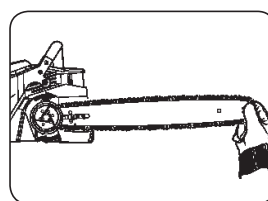

Рис. 3H
8. Цепь будет натянута, поэтому Вам следует вручную вращать сцепление, так, чтобы цепь зацепилась за цепное зубчатое колесо (Рис. 3H).